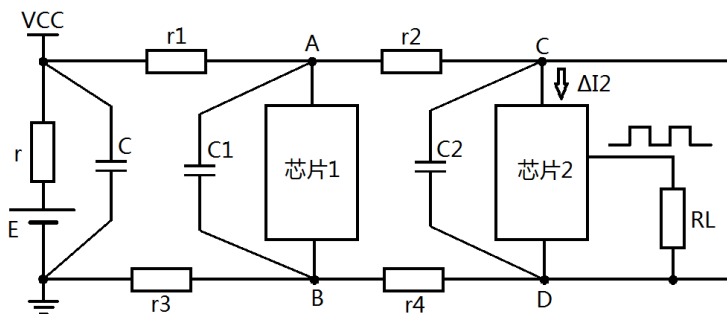

图 1.14 正确的去耦电容位置
2) 如图 1.14 所示，由于采用了就近单点接法，芯片供电电压 U_{AB} 和 U_{CD} 就是电容 $C1$ 和 $C2$ 两端电压，供电电压自然就能达到稳定。